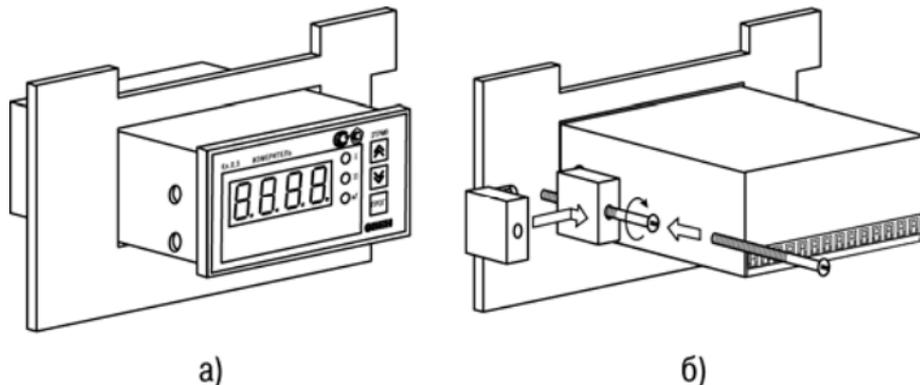

Рисунок 5.2
- 1) Вставить прибор в специально подготовленное отверстие на лицевой панели щита (см приложение Д и рисунок 5.2, а).
- 2) Вставить фиксаторы4 в отверстия на боковых стенках прибора (рисунок 5.2, б).